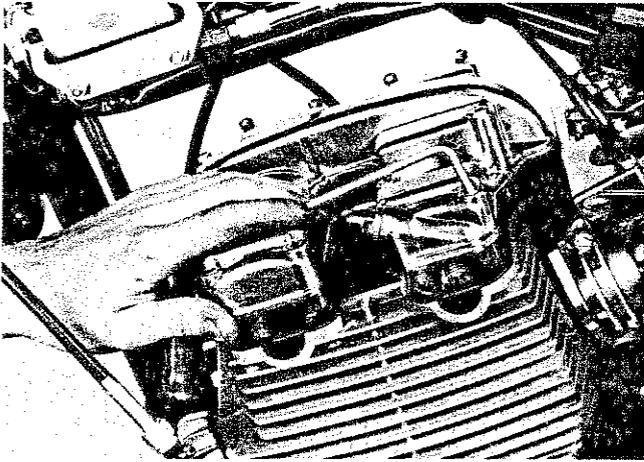

Fig. 19
- 3) Staccare il comando del contagiri con una chiave da 15 mm; togliere il coperchio della testa dopo aver svitato con una chiave a brugola le 15 viti, che è conveniente siano lasciate infilate nei rispettivi fori del coperchio stesso (Fig. 19).
- 3) Remove the rev-counter drive using a 15 mm spanner. Undo the 15 Allen screws and remove the cylinder head cover (Fig. 19).